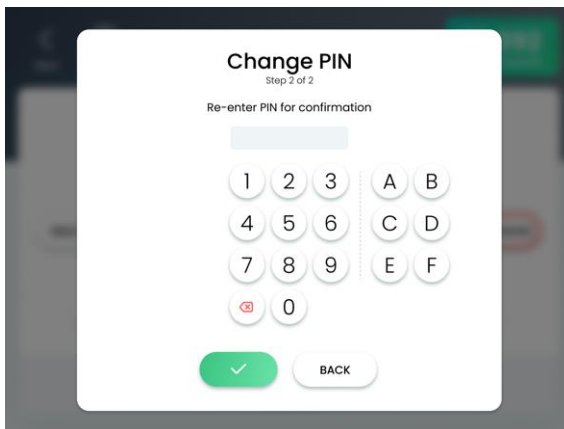

Figure 6-11. Écran Change PIN (Changement du code PIN) (étape 2 sur 2)
- Appuyez sur le bouton **Confirm** (Confirmer), le bouton **Change PIN** (Changer le code PIN) ; l'écran de changement du code PIN (étape 2 sur 2) apparaît, comme illustré à la Figure 6-11.